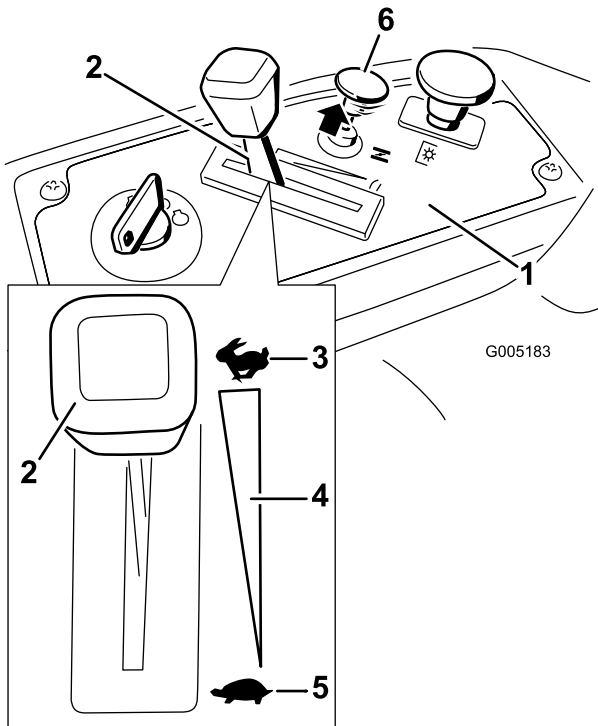

Figure 12
3. Tirez la commande de starter pour démarrer un moteur à froid (Figure 12).
2. Placez la manette d'accélérateur entre la position haut régime et la position à mi course (Figure 12).